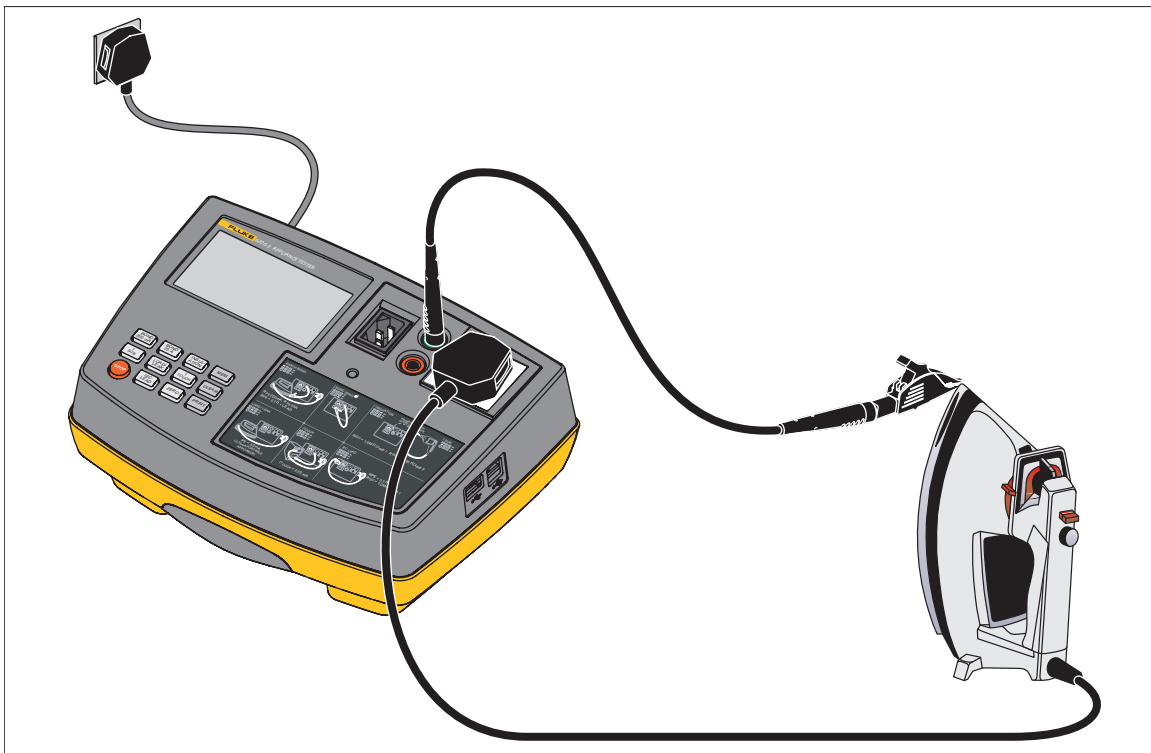

Abbildung 2. Anschlüsse für die Messung des Schutzleiterwiderstandes
1. Verbinden Sie den Prüfling und die Messleitung für die Schutzleiterwiderstandsmessung wie auf dem Tester dargestellt, siehe Abbildung 2. Verbinden Sie die Krokodilklemme mit einem freiliegenden leitfähigen Teil am Prüfling. Verwenden Sie die Sonde nicht für Messungen des Schutzleiterwiderstandes  $>10$  A. Die Sonde ist nur für 10 A zugelassen.